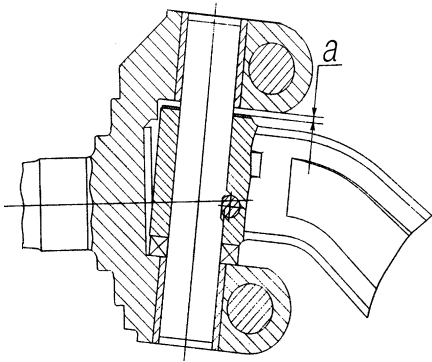

Рис. 28. Шкворневой узел передней оси: $a=0,2$ мм
2. Зазор «а» (рис. 28) между балкой оси и поворотным кулаком регулировать посредством регулировочных шайб.